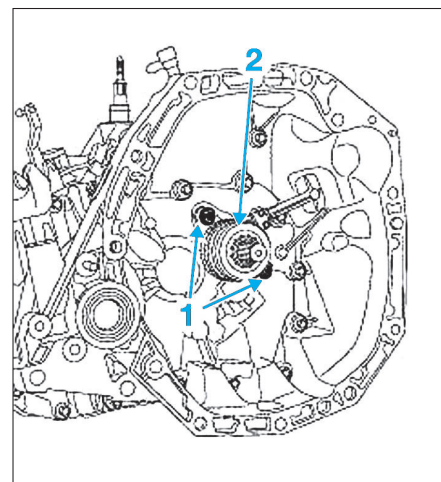

Fig. 3
- Déposer les deux vis (1) de fixation de la butée d'embrayage (2) sur le carter d'embrayage (Fig.3).
- Déposer la butée d'embrayage (2).